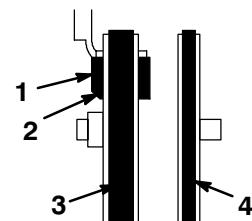

Figure 29
- Vérifiez que le patin de frein est monté correctement sur le bras de frein. Positionnez le pan coupé du patin de la manière indiquée dans la Figure 29.
12. Vérifiez que le patin de frein est monté correctement sur le bras de frein. Positionnez le pan coupé du patin de la manière indiquée dans la Figure 29.